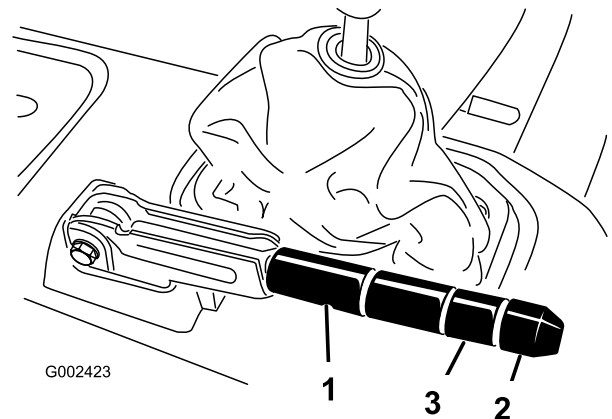

Bild 65
2. Lockern Sie die Stellschraube, mit der das Handrad am Feststellbremshebel befestigt ist (Bild 65).